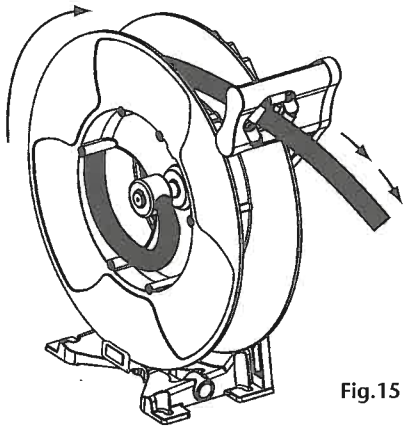

Fig.15
- Pull the hose out and let the hose reel latch (fig. 15).
- Tirar de la manguera hasta que quede trincada en el enrollador (fig. 15).